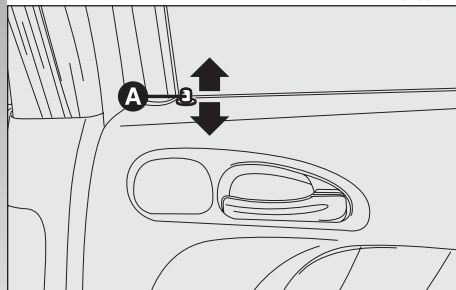
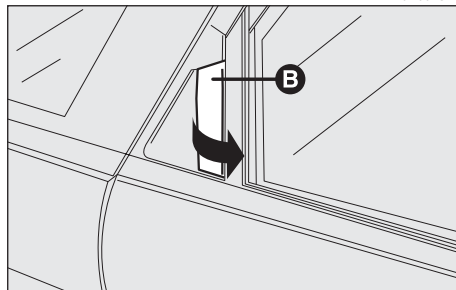

fig. 1
fig. 2
- Pour ouvrir la porte, et cela seulement le pommeau interne (**A-fig. 1**) soulevé, tirer la poignée d'ouverture (**B-fig. 2**).
- Pour fermer, appuyer sur le pommeau (**A-fig. 1**) même la porte ouverte, puis fermer le battant.